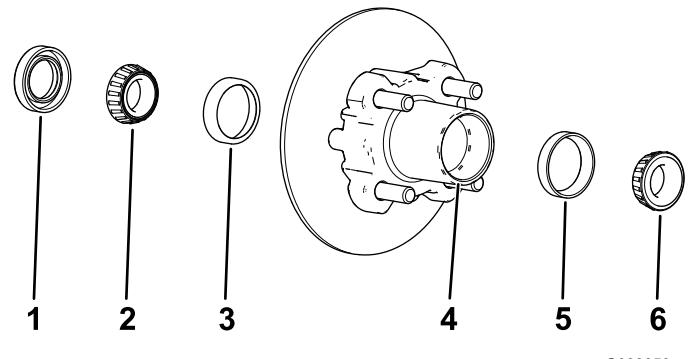

Figure 26
1. Déposez le roulement extérieur et la bague de roulement du moyeu (Figure 26).
2. Déposez le joint et le roulement intérieur du moyeu (Figure 26).
- Éliminez la graisse, la saleté et les débris à l'intérieur de la cavité du moyeu (Figure 26).
- Remplissez 50 à 80 % de la cavité du moyeu avec la graisse spécifiée (Figure 26).
- Montez le roulement intérieur sur la bague, sur le côté intérieur du moyeu, puis posez le joint (Figure 26).